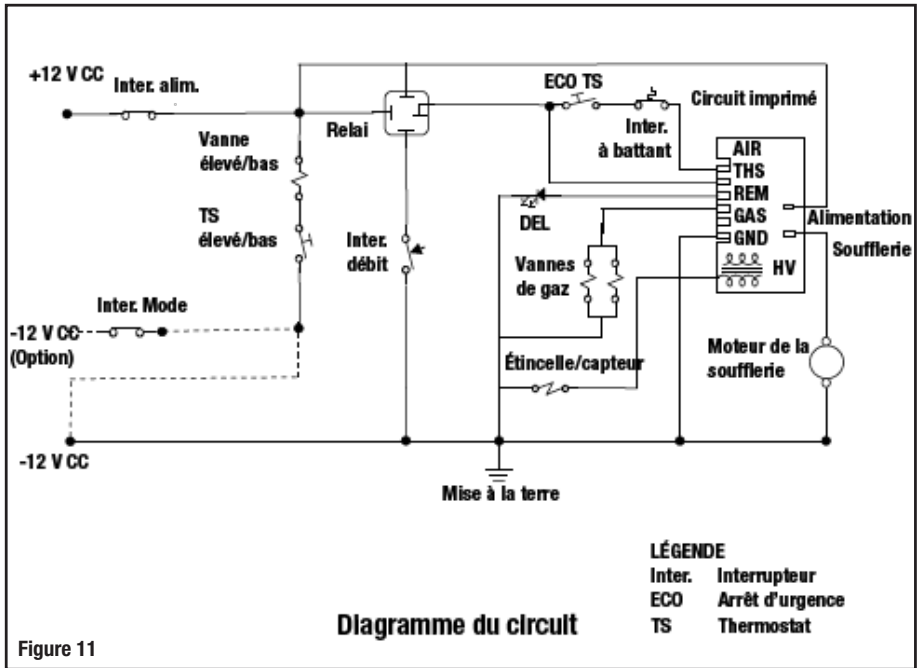

Figure 11
3. **Figure 11** : Diagramme du circuit pour illustrer la logique de contrôle et la fonction de chaque composante électrique.